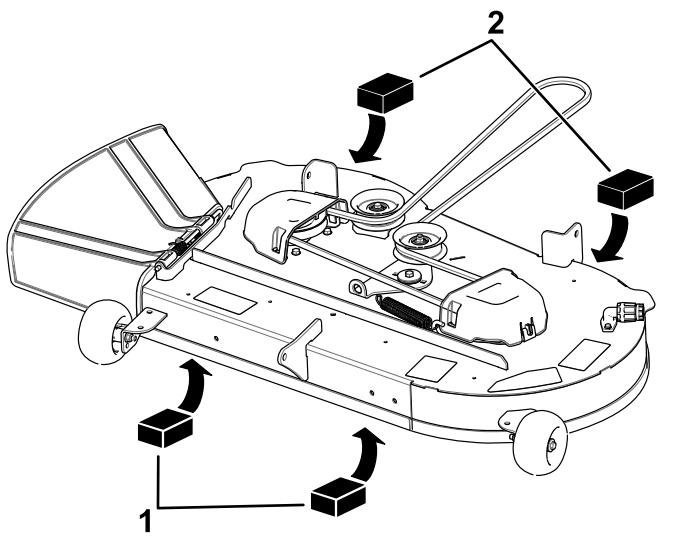

Figura 61
4. Coloque dos bloques de 6.6 cm (2⁵/₈) de grosor debajo de cada lado del borde delantero de la carcasa, pero no debajo de los soportes de los rodillos protectores del césped (Figura 61).
5. Coloque dos bloques de 7.3 cm (2⁷/₈) de grosor debajo del borde trasero del faldón de la carcasa de corte, uno en cada lado de la carcasa de corte (Figura 61).